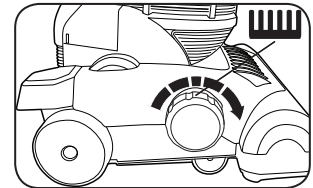

Fig. 4
4. Gire el dial de ajuste de altura en el sentido de las agujas del reloj hacia la configuración de herramientas (Fig. 4).